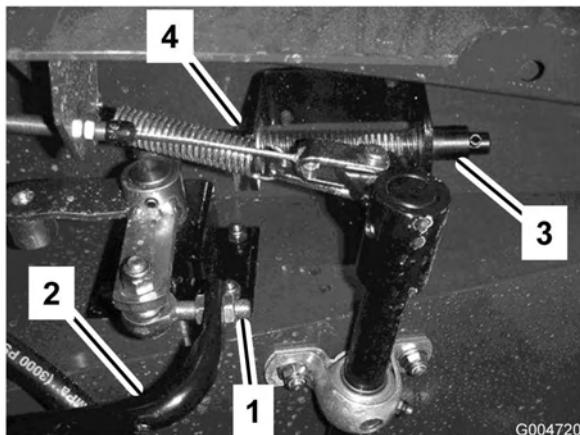

Figura 68
3. Afloje las contratuerca del extremo de la varilla y ajuste la longitud de la varilla de tracción (Figura 68) para que el pedal entre en contacto con el tope cuando la palanca de la bomba llega al final de su recorrido completo. Apriete las contratuerca.
3. Llene el depósito (Figura 68) con aproximadamente 30 l de aceite hidráulico; consulte Comprobación del aceite hidráulico.